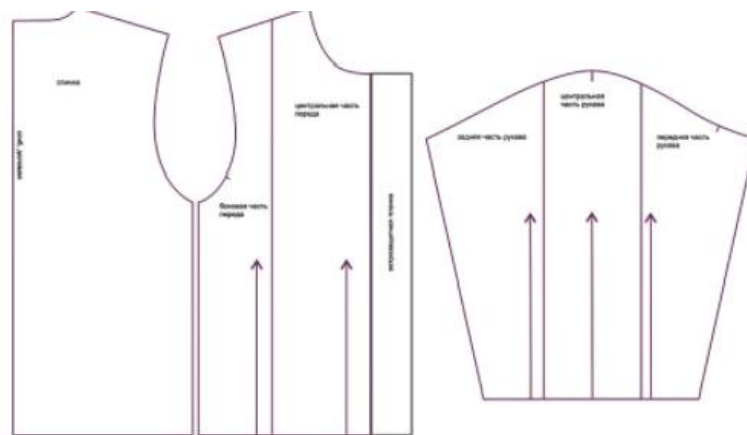

Рис.9.1- Лекала деталей изделия с углублённой проймой.
4. На каждом лекале указать: наименование, наименование изделия, номер модели, размер и рост, число деталей, направление нити основы (рис. 9.1).